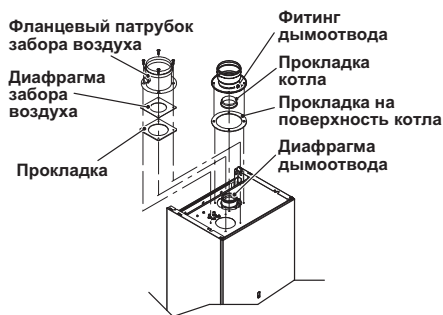

Рисунок 5.9
**В зависимости от максимальной длины установленного комплекта между котлом и патрубком забора воздуха/отвода дыма необходимо установить соответствующую диафрагму. См. рис. 5.9 и таблицу к нему**